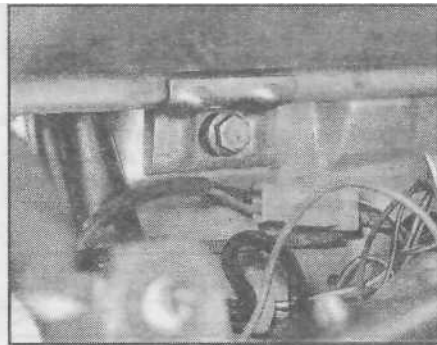

Рис. 4.3. Держатель аккумулятора и его болт
- Выверните болт и снимите держатель аккумулятора (см. рис. 4.3).